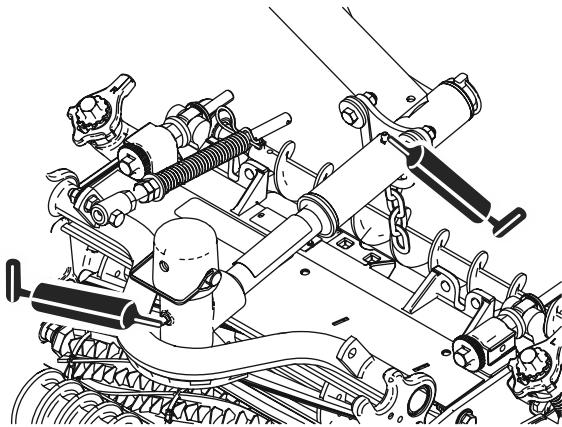

Figura 45
- Articulações da unidade de corte (2 de cada) (Figura 45)